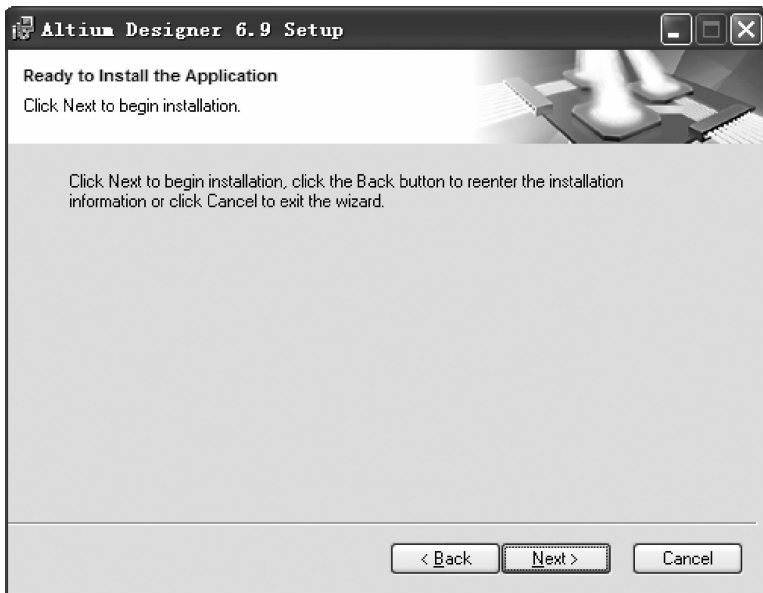

图 1-7 确认安装设置对话框
(6)单击“Next”按钮,进入图 1-7 所示的确认安装设置对话框。